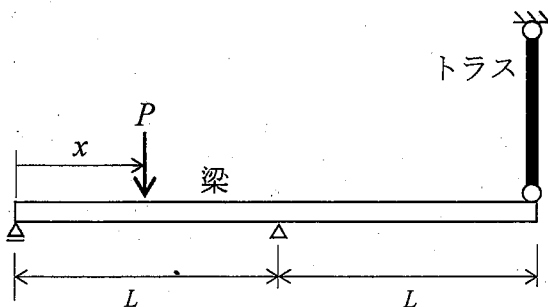

図 1
- (1) 梁の降伏曲げモーメントと全塑性モーメントをそれぞれ求めよ。
- (2) 図 1 の構造において、 $x = 0.5L$ のときの全ての崩壊機構を図示せよ。さらに、各崩壊機構に対応する崩壊荷重を求めよ。